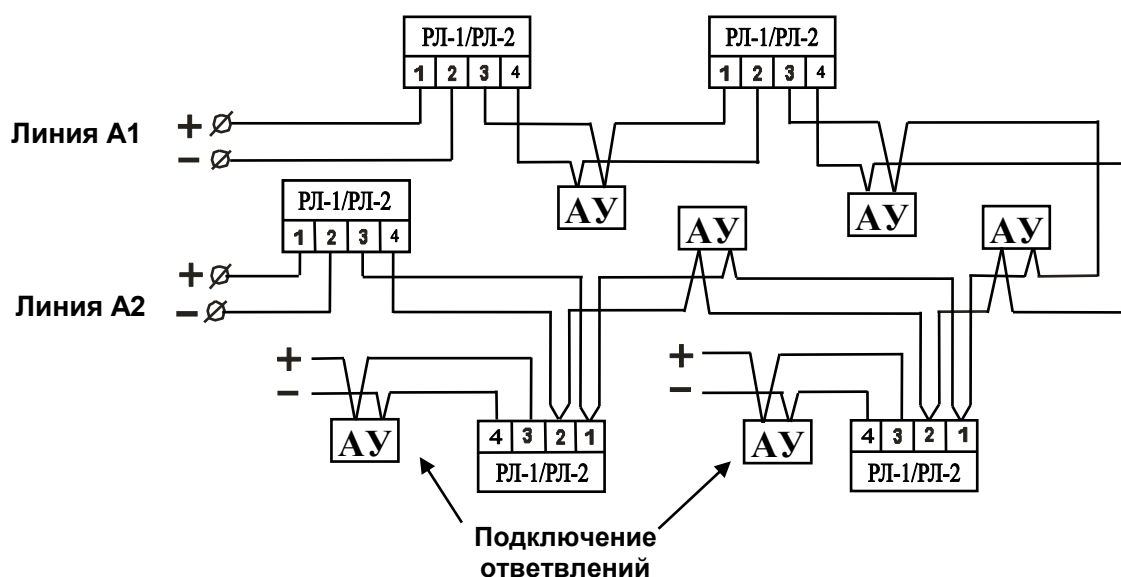

Рис.11. Защита адресной линии от короткого замыкания с помощью размыкателей линии.
6.2.3. Для локализации коротких замыканий в кольцевой адресной линии, а также для подключения ответвлений необходимо использовать размыкатели линии РЛ-2 (рис.11). Размыкатели отключают короткозамкнутые участки линии и автоматически восстанавливают ее целостность при исчезновении короткого замыкания.